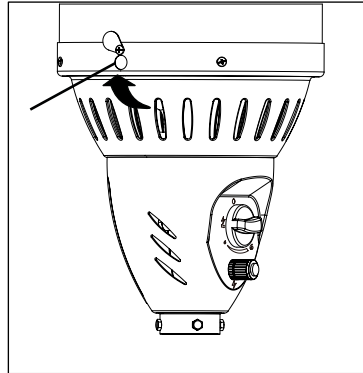

Figure 4
- En appuyant sur le bouton de commande, placez la paille du briquet long (non-inclus) dans l'orifice de l'assemblage de tête pour allumer la flamme pilote (Figure 4).